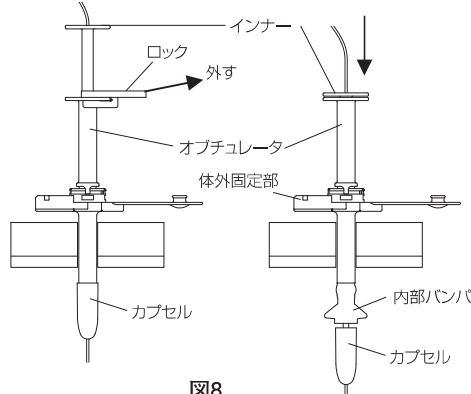

図8
5. ボタンを完全に挿入した後、オブチュレータのロックを外し、インナーを押し込んでカプセルを胃内に離脱させ、パンパを展開する。(図8)